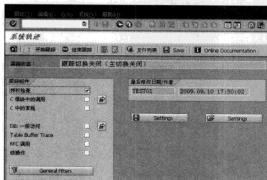

图 13-8 显示系统轨迹界面
STEP 1 在命令栏中输入“ST01”命令,进入系统轨迹界面,如图 13-8 所示。